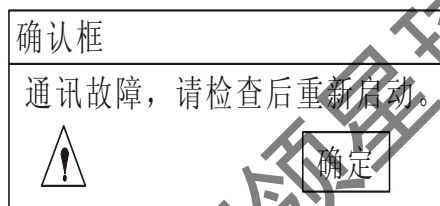

图 2 故障提示框
⑤ 当 10 秒结束后，如果 LY516A 没有初始化完成，那么系统会提示“正在通讯中，请稍等”。如果在 10s 内 LY516A 初始化完成，那么系统会马上进入主界面，否则系统会提示“数据初始化错误，请重新启动。”如图 2 所示